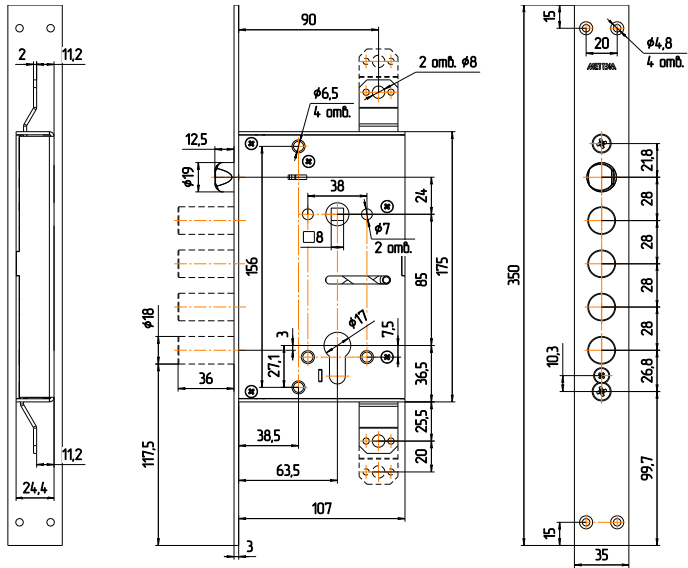

Рис.2
4.1. Произвести разметку двери согласно рис.2. Выполнить на торце полотна двери гнездо для корпуса замка, а также отверстия для крепежа замка. Выполнить на полотне двери отверстия для МЦ, для стержня ручек фалевых и крепежа, а в дверной коробке отверстия под пальцы засова и защелки.